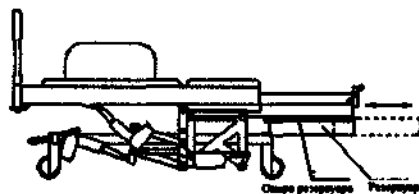

Рисунок 8
6.5. Резервуар для отходов (Рисунок 8)